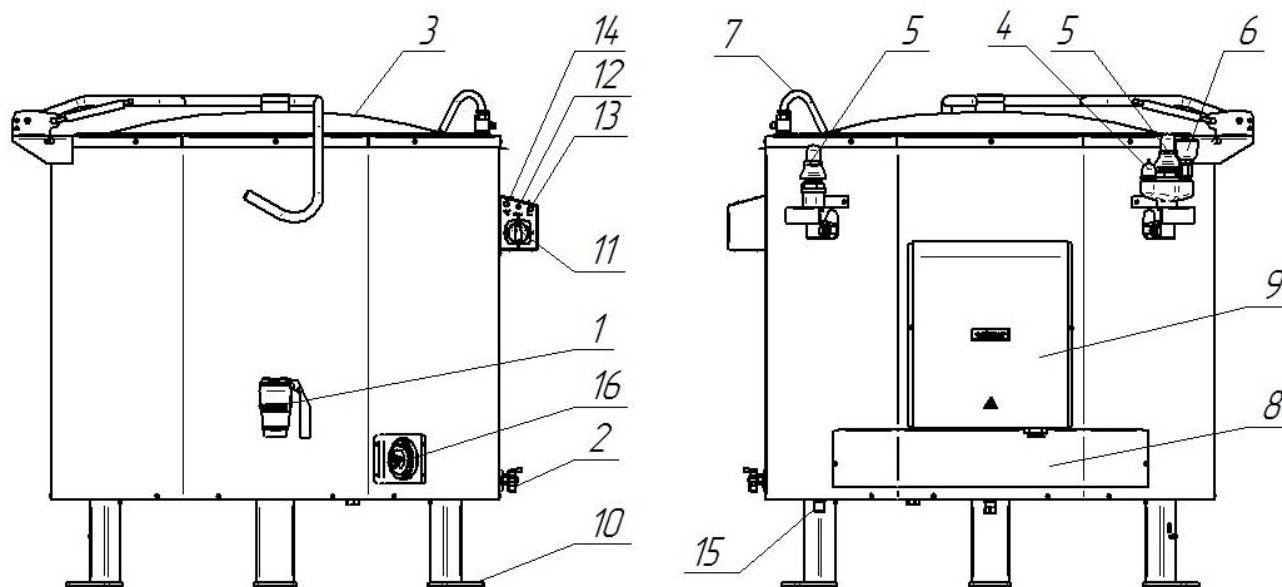

Рис. 1
Устройство котла приведено на рис. 1.
Уровень воды, заливаемый в парогенератор через заливную воронку (рис. 1 поз. 6), контролируется краном уровня (рис. 1 поз. 2).
Защиту ТЭНов от «сухого хода» обеспечивает блок управления (рис. 1 поз. 9) при помощи двух датчиков контроля уровня воды в парогенераторе. Блок управления, по сигналу полученному от датчиков контроля уровня воды, формирует команду на включение и выключение цепей управления и индикации. Под термином «сухой ход» принято понимать положение, при котором ТЭНы вследствие понижения уровня воды в «рубашке» оказываются полностью или частично погружены в воду.
Защита ТЭНов от «сухого хода» осуществляется следующим образом: при понижении уровня воды ниже датчиков контроля уровня воды в парогенераторе блок управления формирует сигнал на отключение цепи питания пускателей КМ1...КМ3 и формирует сигнал на зажигание сигнальной лампы «Сухой ход» (рис. 1 поз. 14).
Вода в варочный сосуд подается через кран залива (рис. 1 поз. 7).
Слив содержимого из варочного сосуда производится через сливной кран (рис. 1 поз. 1). Отверстие к сливному крану, расположенное внутри сосуда, закрывается съемным фильтром.
Варочный сосуд сверху закрыт крышкой (рис. 1 поз. 3) Крышка варочного сосуда фиксируется в открытом положении при помощи газовых пружин.
Котел устанавливается на ножки (рис. 1 поз. 10).
Заливная воронка с краном служит для залива воды в паровую «рубашку» (рис. 1 поз. 6). Для предотвращения чрезмерного повышения давления в пароводяной «рубашке» установлены два предохранительных клапана (рис. 1 поз 5), которые срабатывают при превышении давления в «рубашке» (50 ± 65) кПа ($0,50 \pm 0,65$ кгс/см²). Для предотвращения создания чрезмерного разрежения установлен вакуумный клапан (рис. 1 поз. 4), который срабатывает при создании разрежения в пароводяной «рубашке» более 0,01 кгс/см².
Для регулирования давления внутри «рубашки» предусмотрен электроконтактный манометр. Электроконтактный манометр расположен на панели управления (рис. 1 поз. 16) и настроен на верхнее рабочее давление 0,60 кгс/см² и нижнее рабочее давление 0,45 кгс/см². При достижении верхнего рабочего давления внутри «рубашки» электроконтактный манометр выдает сигнал на блок управления. В свою очередь блок управления формирует команду на отключение всех ТЭНов. ТЭНы находятся в отключенном состоянии, пока давление внутри «рубашки» не достигнет нижнего рабочего давления.
- сигнальная лампа «Сеть» (рис. 1 поз. 13, белый светофильтр);
- сигнальная лампа «Работа» (рис. 1 поз. 12, оранжевый светофильтр);
- сигнальная лампа «Сухой ход» (рис. 1 поз. 14, красный светофильтр);
- переключатель мощности (рис. 1 поз. 11).
Регулирование величины мощности нагрева котла производится установкой ручки переключателя (рис. 1 поз 11) в положение «1», «2», «3», что соответствует слабому, среднему и сильному нагреву. Отключение нагрева производится установкой ручки переключателя в положение «0».
- установить заливную воронку на кран (рис. 1 поз. 6). Кран заливной воронки перевести в положение «Открыто»;
- на панели управления котла переключатель (рис. 1 поз. 11) установить в положение «0»;